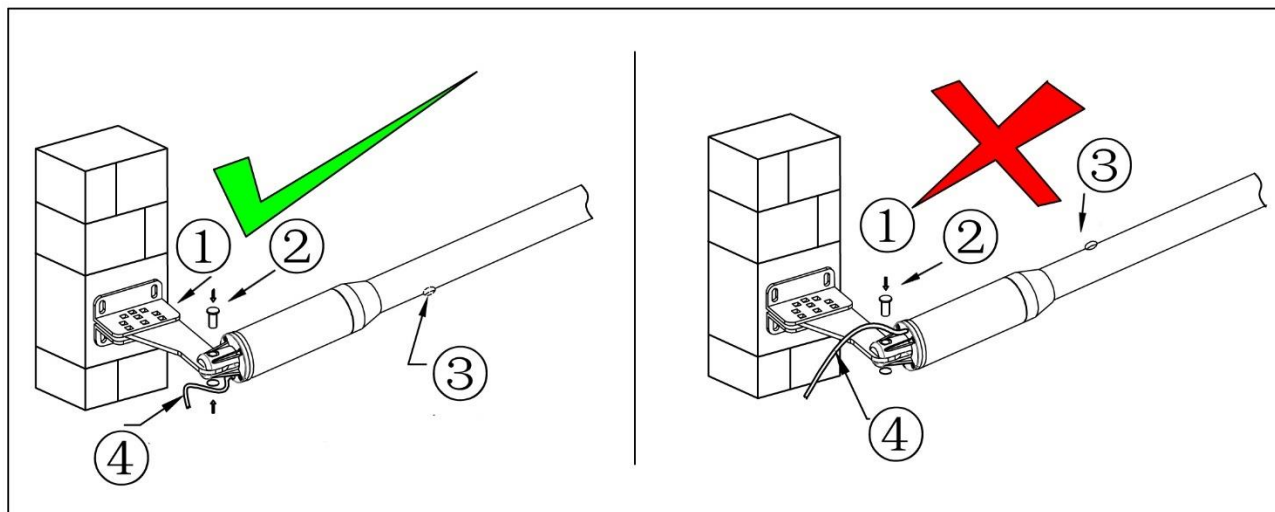

Рис.11 Установка привода на задний кронштейн
- Установите приводы на задние и передние кронштейны (Рис. 11 и 12). На заднем кронштейне (1) зафиксируйте привод с помощью штифта (2) и шпилек (Рис. 11).
Кабель питания привода (4) должен находиться под задним кронштейном крепления привода, отверстие для слива конденсата (3) должно смотреть вниз на землю. Правильная установка показана на Рис. 11 слева, НЕ правильная установка показана на Рис. 11 справа.